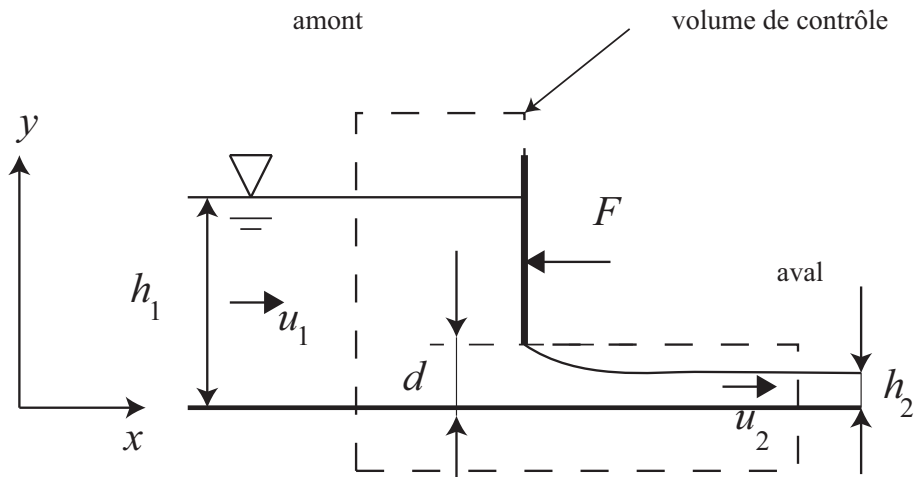

Figure 3 : schéma de principe d'une vanne à guillotine et positionnement du volume de contrôle fixe V_a .
Problème 3 Un canal industriel de section rectangulaire (et de largeur B) est muni d'une vanne guillotine de même largeur. La vanne est ouverte en partie et laisse passer une lame d'eau d'épaisseur d (voir figure 3). Un régime permanent est établi, avec un débit total Q . On néglige le frottement de l'eau sur les parois du canal.
- (c) [0,20] On souhaite calculer la force F qu'il faut exercer pour maintenir en place la vanne lorsqu'il y a écoulement. Pour cela on va se servir des équations de conservation sur un volume de contrôle arbitraire fixe qui englobe la vanne et les deux tronçons du canal de part et d'autre de la vanne (voir figure 3). Le fluide est parfait (non visqueux). Exprimer la conservation de la masse en établissant une relation liant les variables h_1 , h_2 , u_1 et u_2 .